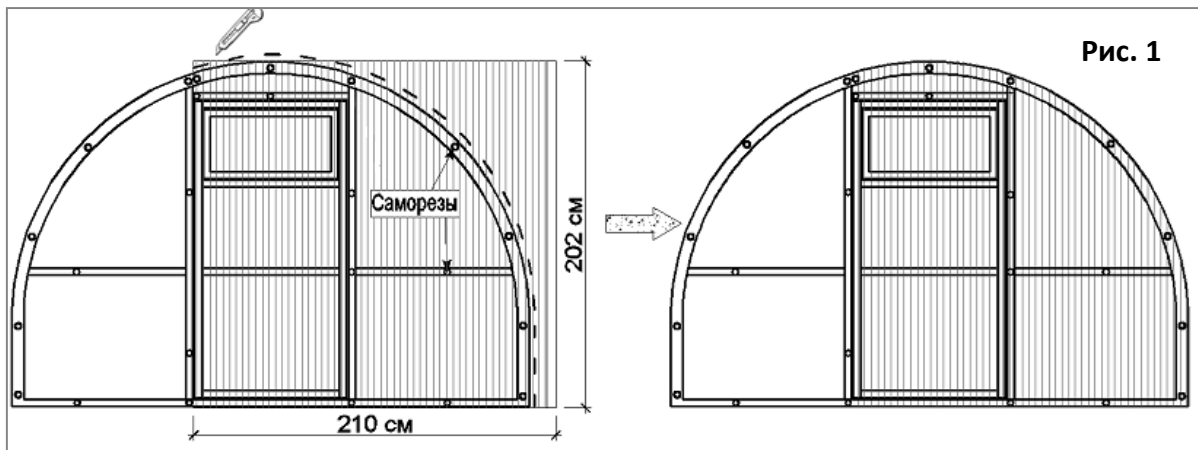

Рис. 1
5.1.2. Наложите одну из частей поликарбоната (202х210 см) на торец как показано на рис. 1. Соты поликарбоната должны располагаться по вертикали. Выверните его со всех сторон и закрепите саморезами по деталям торца, согласно просверленным отверстиям. Обрежьте поликарбонат ровно по дуге.